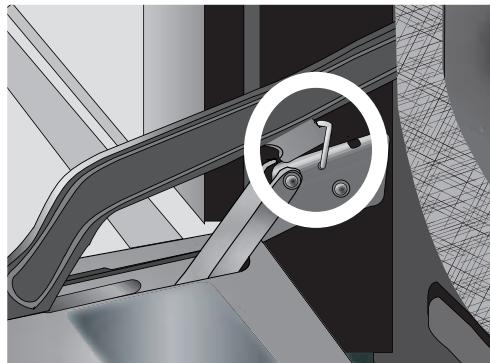

Figura 15: Soporte de bisagras bloqueado en su lugar
- Levante los soportes de bisagras (uno en cada lado) a las ranuras (vea Figura 15).